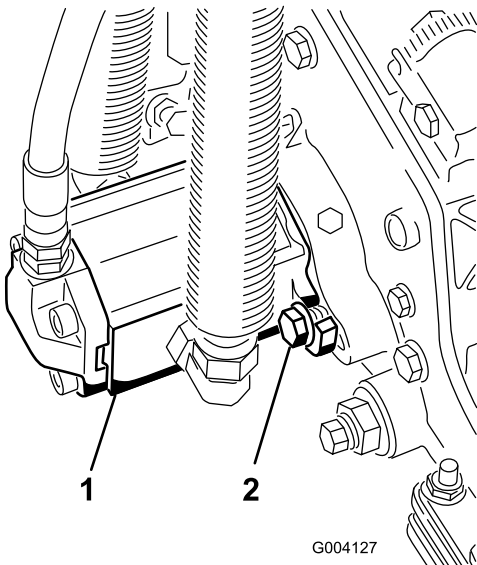

**Figure 11**
- Fixez la chaîne du bras de relevage au support de la chaîne avec la goupille élastique (Figure 11). Utilisez le nombre de maillons mentionné dans le *Manuel de l'utilisateur* du plateau de coupe.